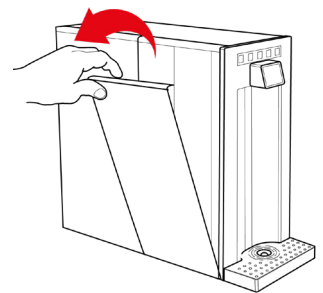

Fig. 1-13
18.2 – Mantenere l'apparecchio verticale con una mano e con l'altra tirare il pannello laterale sinistro della macchina verso l'esterno fino a completa estrazione, vedi Fig. 1.13